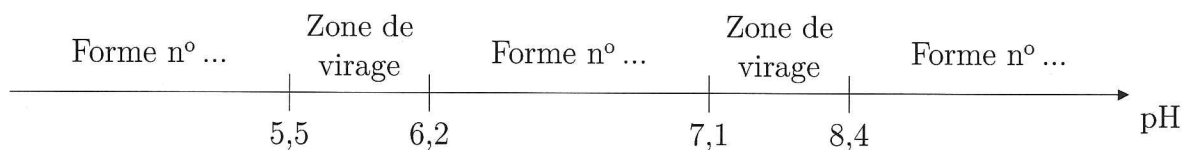

Figure 3 – Teintes de la cyanidine en fonction du pH (à recopier et à compléter).
1.2. Recopier puis compléter les pointillés du diagramme de prédominance proposé en figure 3 ci-après pour cet indicateur coloré.